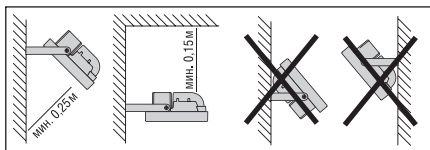

Рис. 3
- При установке соблюдайте правила, указанные на Рис.3.